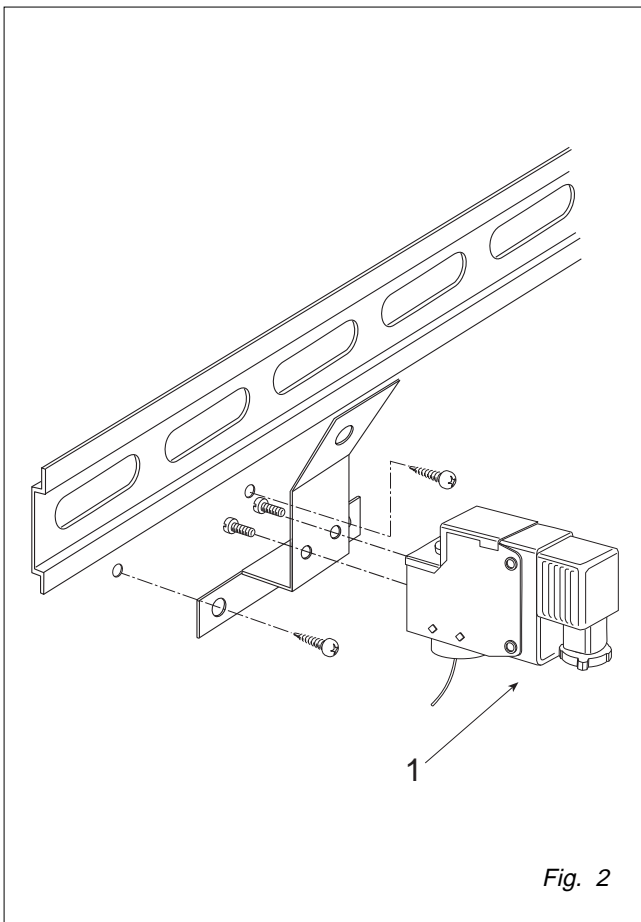
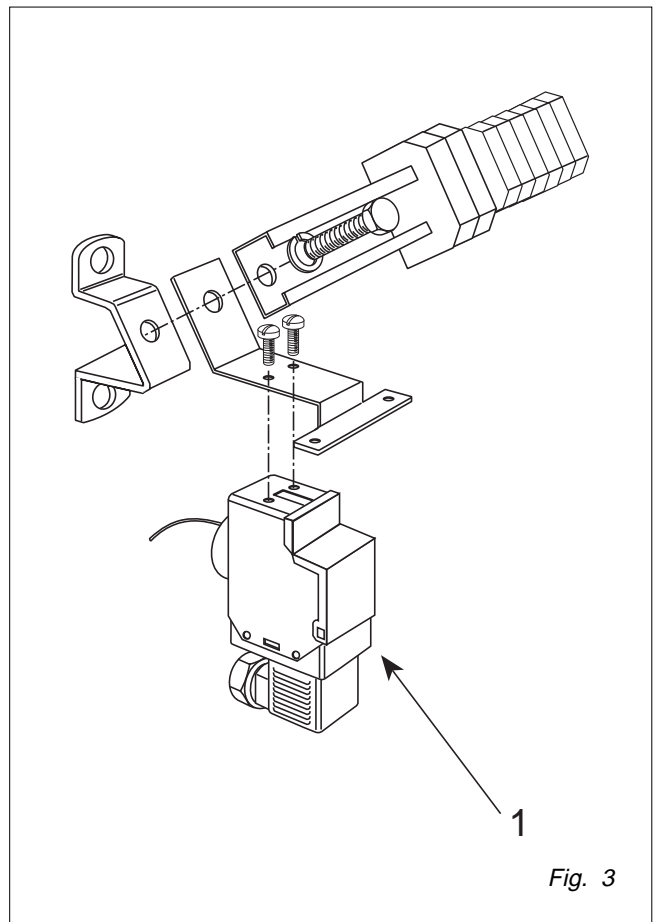

Fig. 2
Fig. 3
- eseguire i fori (1) di diametro 5 mm sulla carpenteria in posizione corrispondente ai fori sulla serranda;
- eseguire il foro (2) (diametro 18 mm) per il passaggio dei cavi nella posizione indicata evitando di danneggiare le parti interne della macchina; inserire il passacavo a corredo;
- fissare il trasduttore (1) facendo riferimento a fig. 2 per la grandezza 3, a fig. 3 per le altre grandezze;
- percer les trous (1) avec un diamètre de 5 mm dans la carrosserie qui doivent correspondre aux trous du volet;
- percer le trou (2) avec un diamètre de 18 mm dans la position indiquée pour le passage des cables et insérer le serre-cable;
- fixer le transducteur (1) comme indiqué sur la fig. 2 pour les mod. 3 et sur la fig. 3 pour les autres modèles;
- drill the 5 mm dia. holes (1) in the metal housing in the position corresponding to the holes of the DR;
- fix the transducer (1) as shown in fig. 2 for models 3 and in fig. 3 for all other models;
- Bohrlöcher (1), 5 mm Durchmesser in der Verkleidung entsprechend den Bohrlöchern der Klappe bohren;
- Bohrlöcher (2), 18 mm Durchmesser zur Kabeldurchführung bohren und mitgelieferten Kabelschutz einsetzen;
- Drucktransmitter 1 befestigen. Sich beziehen auf fig. 2 für Baugröße 3 und auf fig. 3 für die anderen Baugrößen;